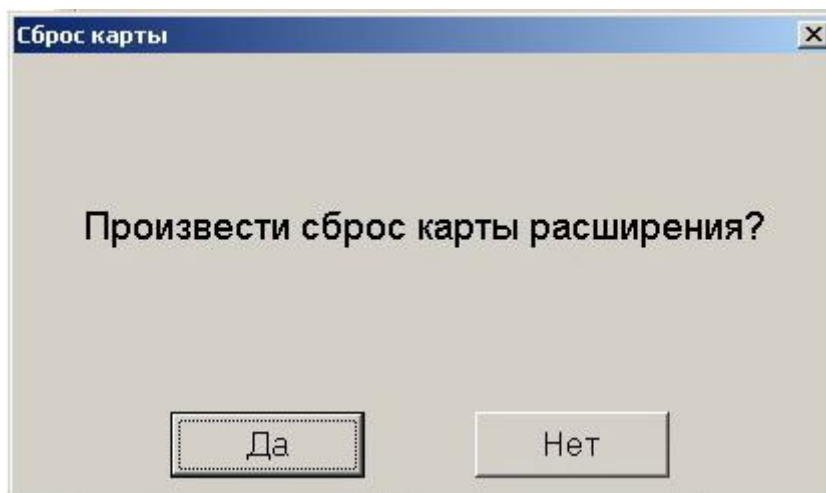

Рисунок 7 - Окно подтверждения на сброс карты
8.2.3 В появившемся окне подтверждения сброса (см. Рисунок 7), нажать кнопку «Да».